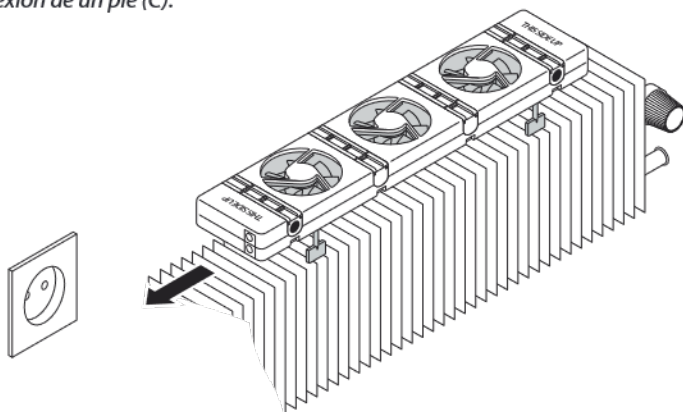

Fig. 9: Posición del SpeedComfort (A) en el convector.
1. Coloque los **pies (C)** presionándolos en las **ranuras (2)** del **SpeedComfort (A)**.
2. Asegúrese de que el **SpeedComfort (A)** esté orientado hacia arriba y de que los **conectores hembra (1)** estén orientados hacia la toma de corriente (véase fig. 9).
3. Coloque el **SpeedComfort (A)** en la parte superior del convector y deje espacio entre los lados del convector y el **SpeedComfort (A)** para reducir el ruido (véase fig. 9). El SpeedComfort también puede colocarse en el suelo bajo el convector si el espacio lo permite.
4. Si el bloque convector está hecho de material magnético, el **sensor de temperatura (E)** con sus imanes simplemente se puede colocar sobre él. Para una buena transferencia de calor, el sensor de temperatura también se puede sujetar entre dos placas del bloque convector. El sensor se puede fijar a un tubo de cobre o a otra ubicación no magnética utilizando el velcro suministrado.